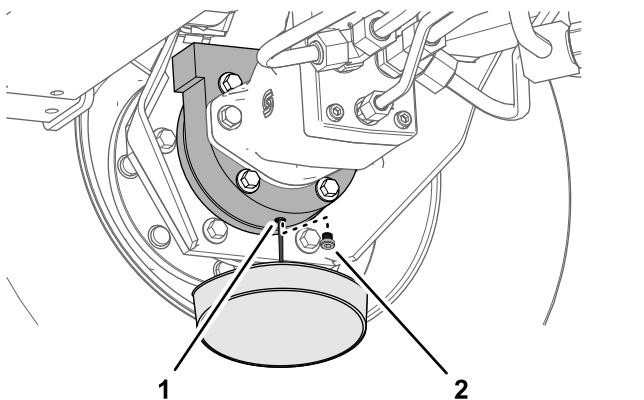

图 63
6. 将放油盘放在制动器箱下面取出排油塞让油完全排出图 63。